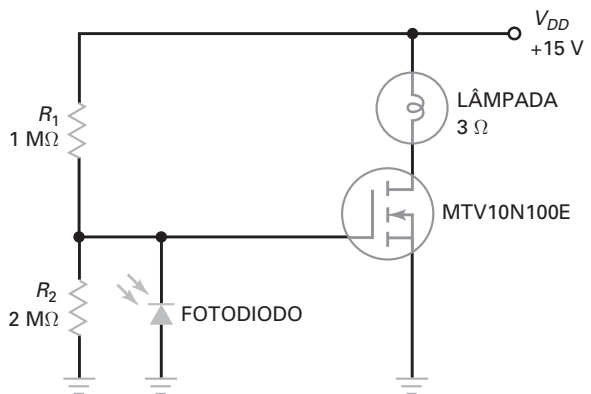

Figura 12-55
12-26 Qual é a corrente na lâmpada na Figura 12-55 quando a tensão na porta é baixa? E quando ela for de +10 V?
12-27 A lâmpada na Figura 12-55 é substituída por outra com uma resistência de 5 Ω. Qual é a potência na lâmpada no escuro?
- 12-42** Se a tensão na porta na Figura 12-55 é de 3 V, qual é a corrente no fotodiodo?